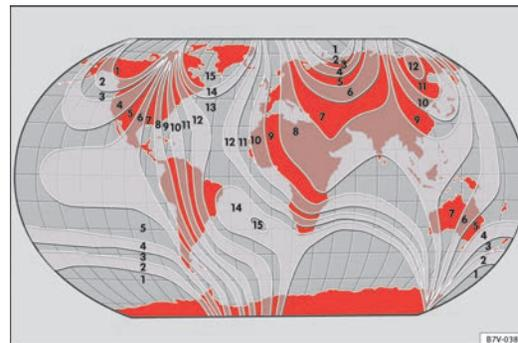

Fig. 36 Zonas magnéticas.
- Seleccionar la zona magnética correspondiente a la situación del vehículo => fig. 36.